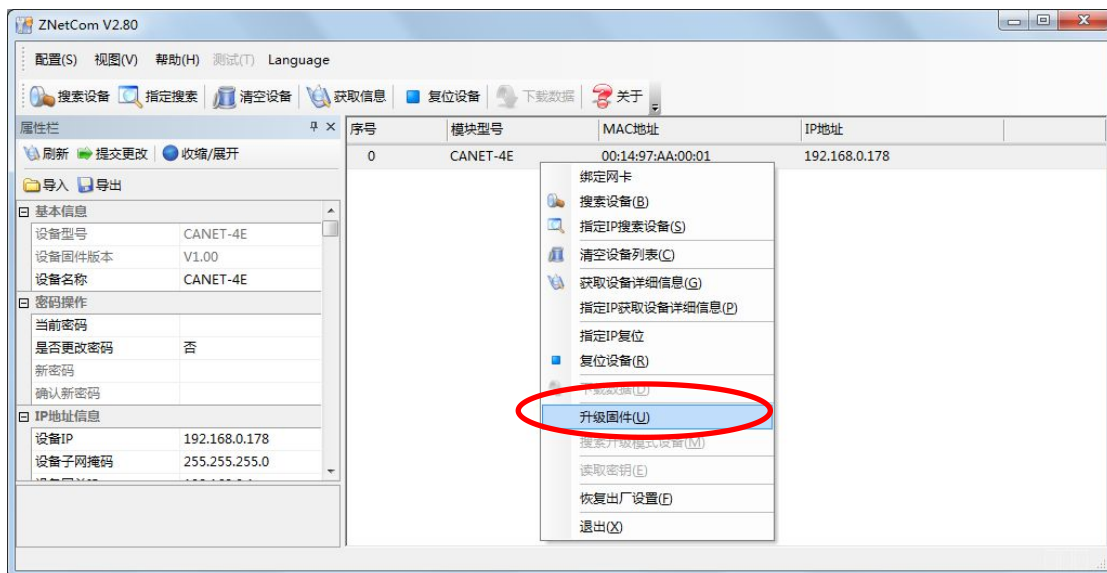

图 6.14 固件升级菜单项
单击  按钮，在弹出的“打开”对话框中（如图 6.14 所示），选择保存的设备配置信息文件，单击【打开】按钮后，ZNetCom 软件将导入文件中保存的设置。
1. 在 ZNetCom 软件的设备列表栏中，在列表项选中要升级的设备，点击鼠标右键，出现菜单项，如图 6.14 所示。